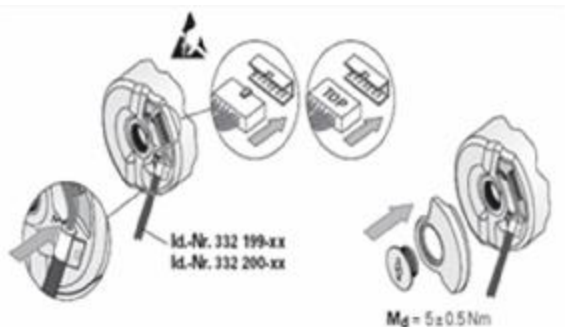

图 27 编码器接线
- C. 按照 (P19 图 27) 所示方法安装编码器短线，并装上编码器后盖。插上编码器线，并用 M4 螺栓和线夹固定，最后用螺丝刀将盖板的螺栓拧紧（注意：屏蔽线的铁环要装进盖板的凹槽处），请勿直接用手接触插头管脚，将电缆插头小心插入编码器 PCB 插座，避免出现插歪，松动和压弯针脚的情况。（注意：拔出 PCB 电缆时，注意手持塑料插头部分，不得直接拉电缆细线）